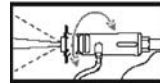

Figura 14
2. Gire la cubierta de la boquilla para ajustar el patrón de rociado de chorro a rociado amplio (Figura 14).